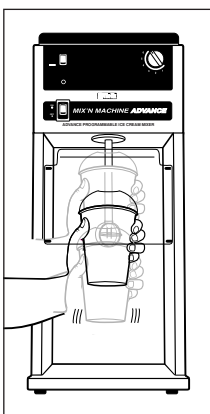

Figura 4
6. Con un movimento circolare, spostare gradualmente la tazza su e giù intorno l'agitatore e intorno ai lati della tazza. (Se il gelato è duro, questo dovrebbe essere fatto lentamente.) Sviluppare la propria tecnica per la consistenza desiderata del prodotto finito. L'agitatore romperà i prodotti solidi. Comunque, se non si intende frantumare del tutto gli ingredienti che sono evidenti nel prodotto finale. Vedere la Figura 4.